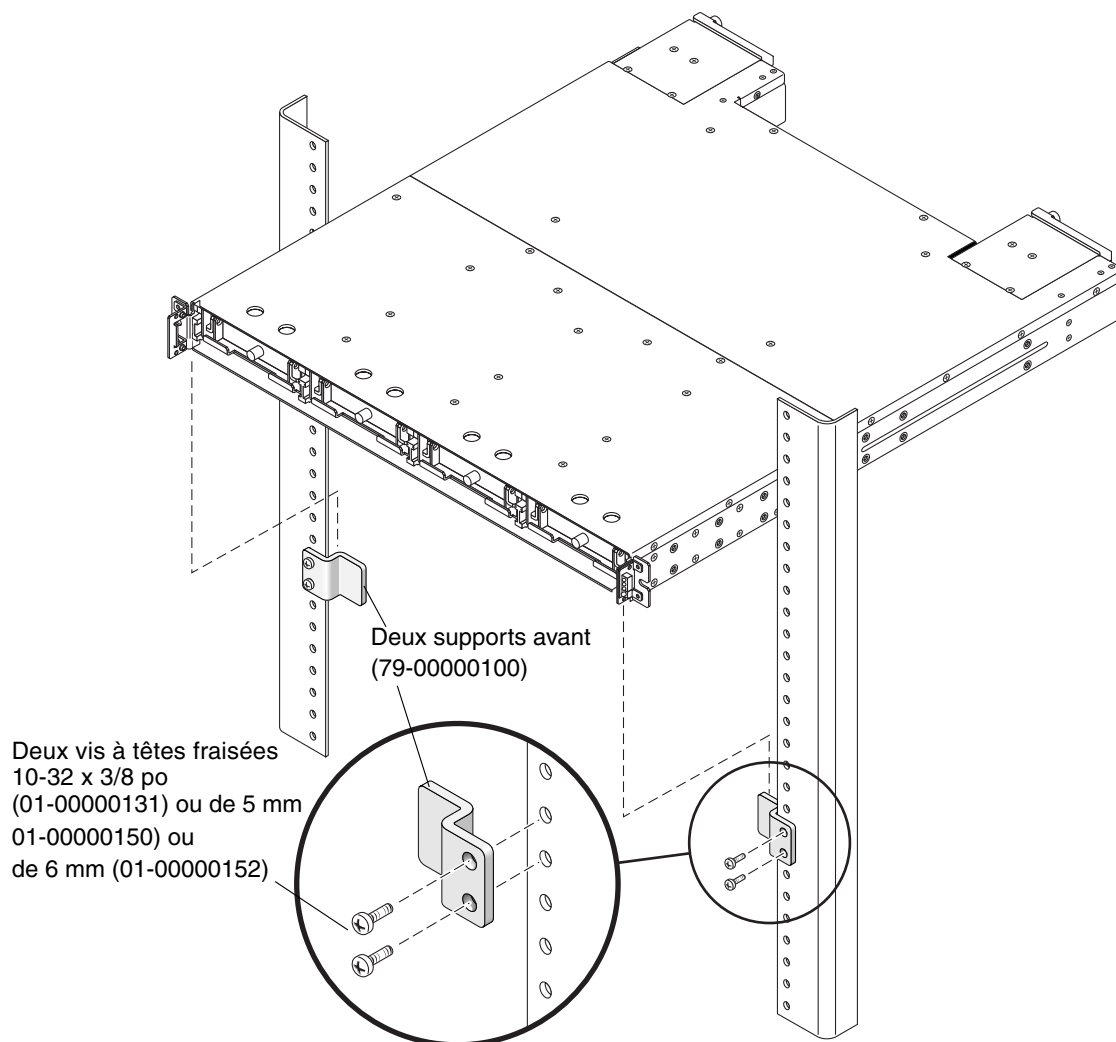

FIGURE 2-8 Emplacement des supports avant à l'avant de l'armoire
a. Fixez chaque support avant sur l'avant de l'armoire (voir FIGURE 2-8).